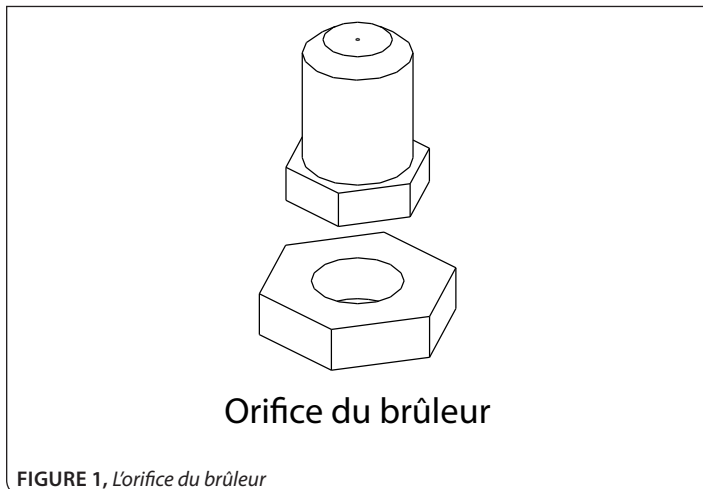

FIGURE 1, L'orifice du brûleur
- Step 1: Remove the existing burner orifice. See FIGURE 1.
- Étape 1: Retirez l'orifice du brûleur existant. Voir FIGURE 1.